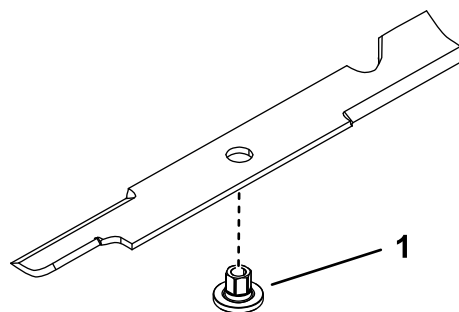

Figure 105
1. Insérez la douille dans la lame en plaçant l'embase sur le côté inférieur (côté herbe) de la lame (Figure 105).